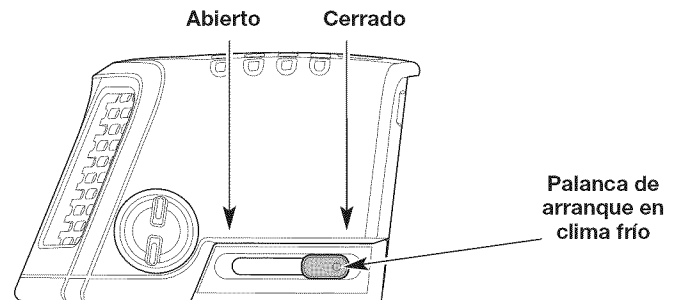

Fig. 10
3. **Solo en climas fríos (por debajo de 50° F):** Mueva la palanca de arranque en climas fríos hasta la posición **Cerrado** (Fig. 10).
8. Si se movió en el paso 3, mueva la palanca de arranque en climas fríos nuevamente hasta la posición **Abierto** (Fig. 10).
10. Si se movió en el paso 3, mueva la palanca de arranque en climas fríos nuevamente hasta la posición **Abierto** (Fig. 10).